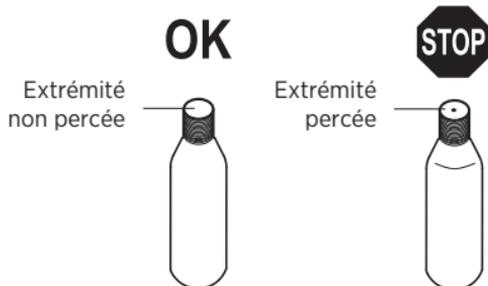

FIGURE 3 VÉRIFICATION DE LA CARTOUCHE DE CO2
2. Dévissez et retirez la cartouche de CO2 du système de gonflage pour vérifier son extrémité (voir figure 3). Si elle est percée, remplacez-la par une cartouche neuve. Assurez-vous que la cartouche est bien vissée (à la main seulement) au système de gonflage. Dans le cas contraire, le flotteur pourrait ne pas se gonfler (voir « Réarmement », page 11).
7. Vérifiez la nouvelle cartouche. Assurez-vous que la cartouche de CO2 n'a pas été percée (voir figure 3).